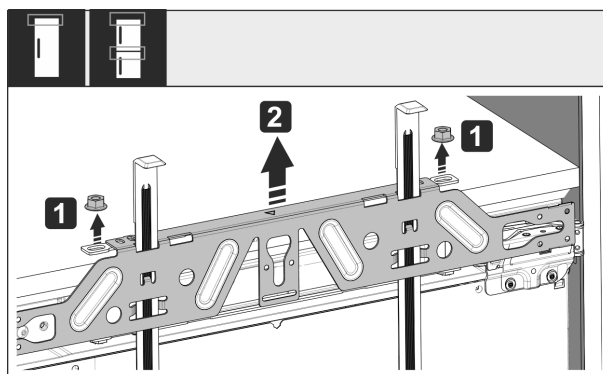

Fig. 53
- Povolte pojistné matice Fig. 53 (1).
- Sejměte upevňovací příčník Fig. 53 (2).